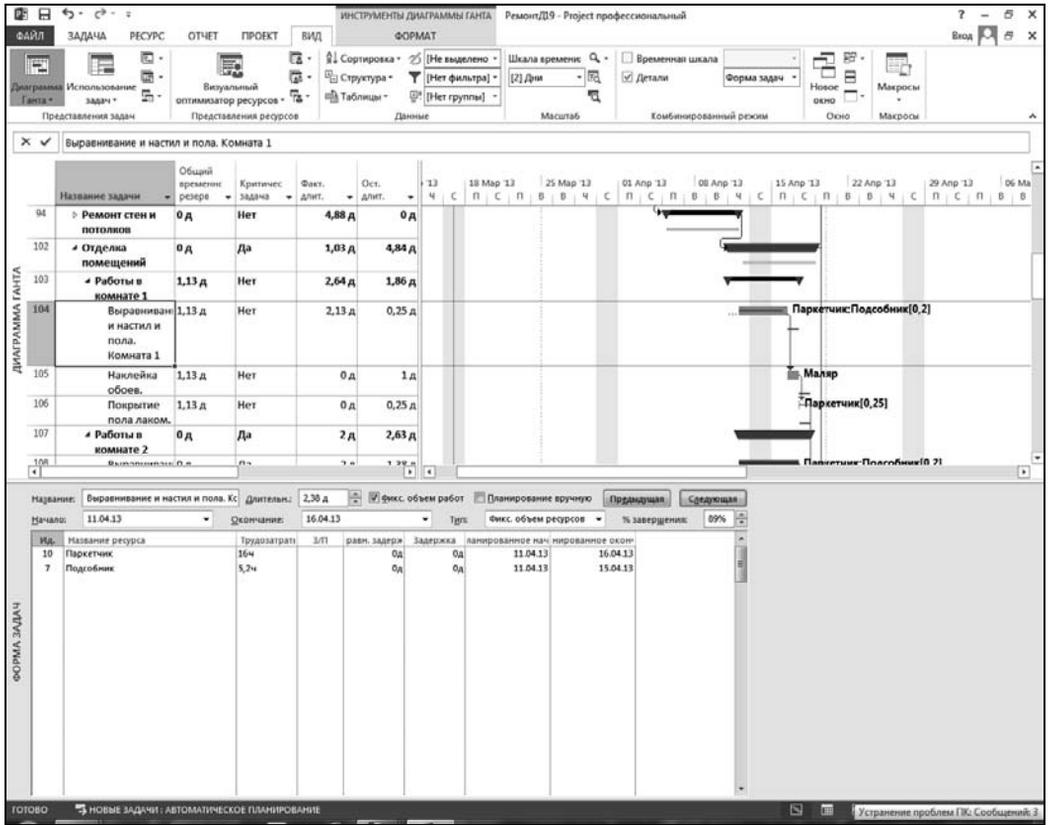

Рис. 8.7. Пример комбинированного представления: **Диаграмма Ганта** в верхнем окне и **Календарный план** — в нижнем
6. Выделить в верхней части окна задачу с идентификатором 104. Вид экранной формы будет соответствовать показанному на рис. 8.7.
7. В нижней части окна (см. рис. 8.7) размещена таблица, в составе которой можно в числе наиболее важных упомянуть следующие столбцы: